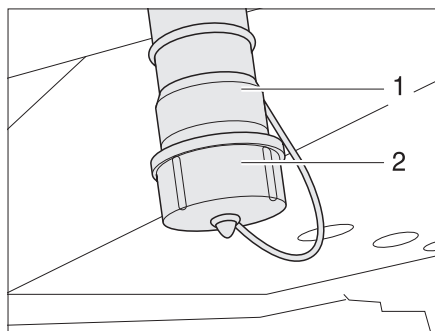

Fig. 229 Bec d'écoulement d'eau et bec d'écoulement des eaux usées
- Dévisser et retirer le cache (Fig. 229,2) du bec d'écoulement d'eau (Fig. 229,1) en tournant d'un quart de tour dans le sens des aiguilles d'une montre.
- Monter un tuyau d'écoulement adéquat sur le bec d'écoulement d'eau (Fig. 229,1) ou poser un récipient approprié sous le bec d'écoulement d'eau.